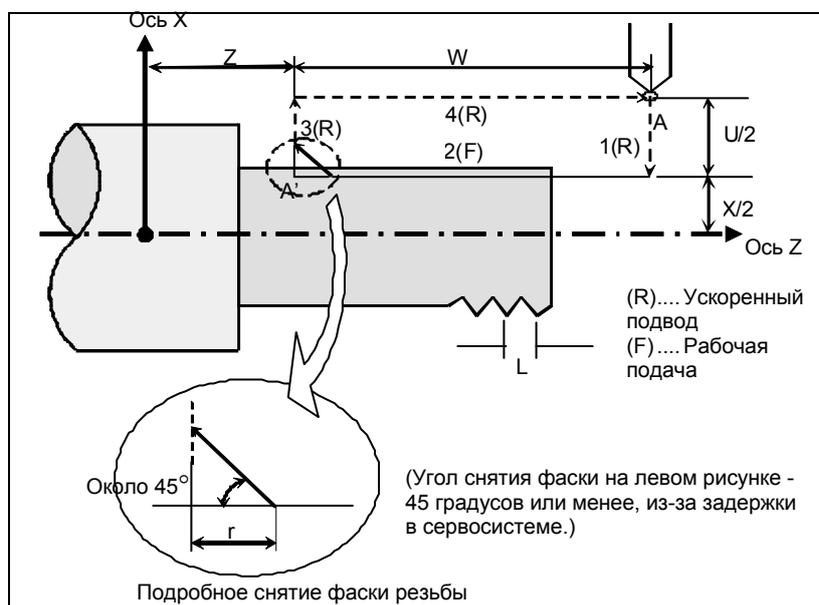

Рис. 6.3.2.1 (а) Нарезание цилиндрической резьбы
- X_,Z_ : Координаты конечной точки обработки (точка A' на Рис. 6.3.2.1 (а)) в направлении длины
U_,W_ : Расстояние перемещения до конечной точки обработки (точка A' на Рис. 6.3.2.1 (а)) в направлении длины
F_ : Шаг резьбы (L на Рис. 6.3.2.1 (а))